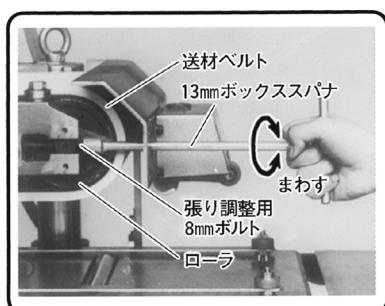

図 11
送材ベルト（図11参照）にごみや切りくずが付着していると誤動作の原因となります。送材ベルトに付着しているごみや切りくずは取除いてください。
- 注** • 送材ベルト（図11参照）にシリコンスプレー液がかかりますと、木材がスリップする原因となります。
⑫ 停止スイッチ	停止 を押すと、送材ベルト（図11参照）が停止します。
張り具合は、送材ベルトの回転（18ページ「(3)板厚検出スタート装置の確認」の項参照）を見ながら手前および奥側の張り調整用8mmボルト2個を付属の13mmボックススパナで交互にまわして調整します。（図11）